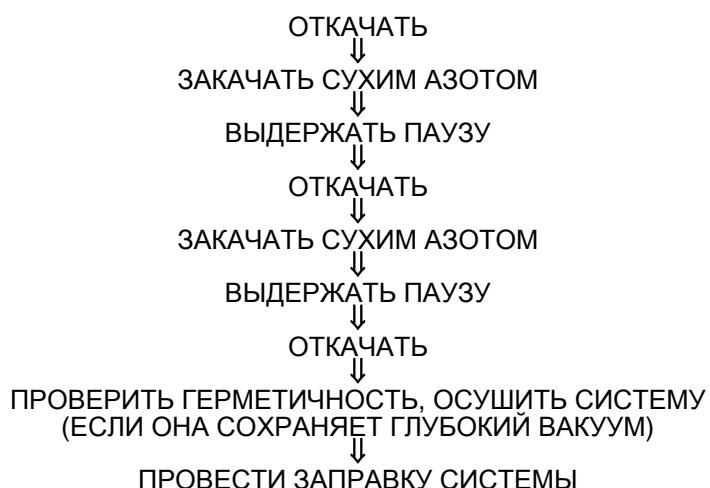

Рис. 8 — Метод тройной откачки
См. Рис. 8 и действуйте согласно приведенному порядку операций.
- Повторите эту процедуру, как указано на Рис. 8. После этого в системе не будет загрязнителей и водных паров.